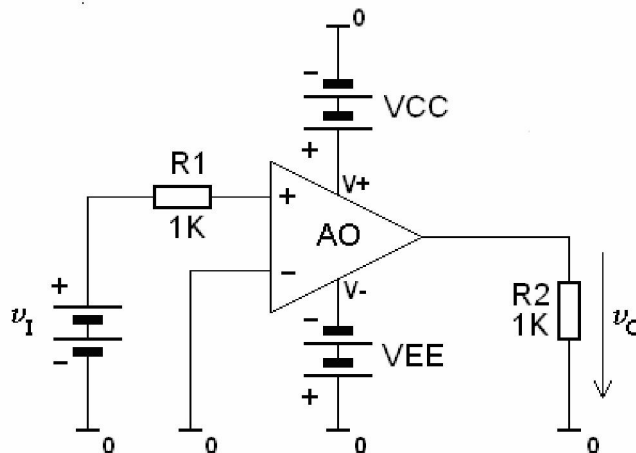

Figura 5. Circuitul simulat pentru obținerea caracteristicii de transfer a AO-ului.
1. Se editeaz circuitul din Figura 5, în care toate sursele de tensiune sunt de tipul **VDC**, iar modelul amplificatorului opera ional este **uA741** din libr ria **opamp**. Sursa de tensiune  $v_I$  se seteaz la valoarea **0[V]**, iar sursele de alimentare **VCC** i **VEE** la valorile indicate pe circuit.